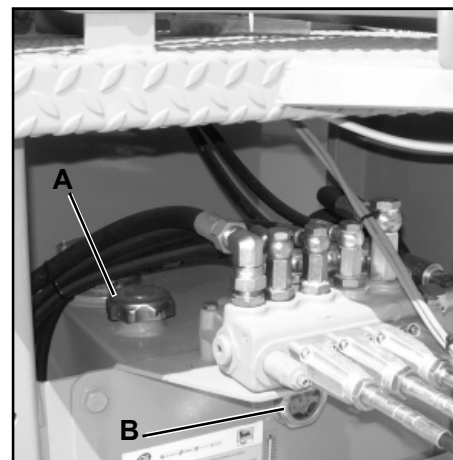

FIG. 6
- Het olieniveau in het frees reduceerelement controleren (**Fig. 6 Part. B**).